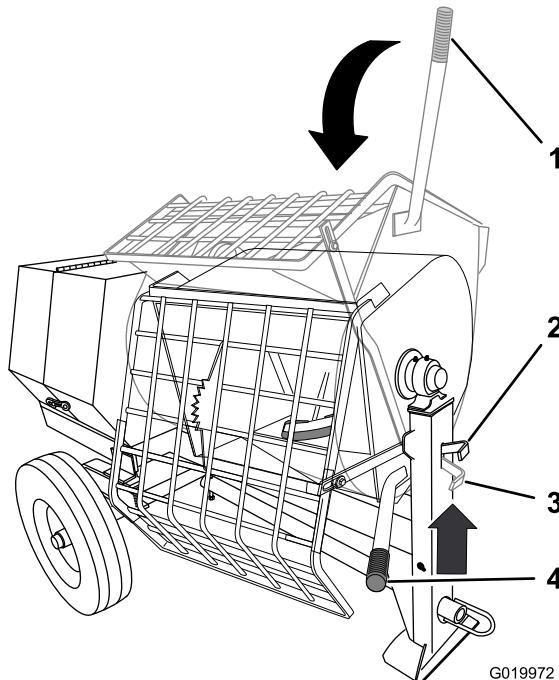

Figura 27
2. Sujete la palanca de volteo con la mano izquierda (Figura 27).
3. Levante la manija del pestillo del tambor (Figura 27).
4. Con ambas manos en la palanca de volteo, gírela en sentido antihorario para descargar el contenido del tambor (Figura 27).
- Gire la palanca de volteo en sentido **horario** hasta que el pestillo del tambor bloquee el tambor en la posición vertical (Figura 27).